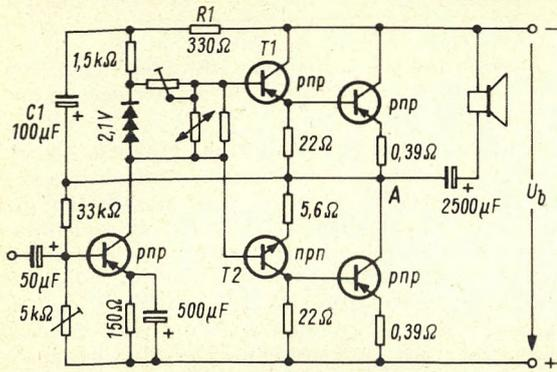
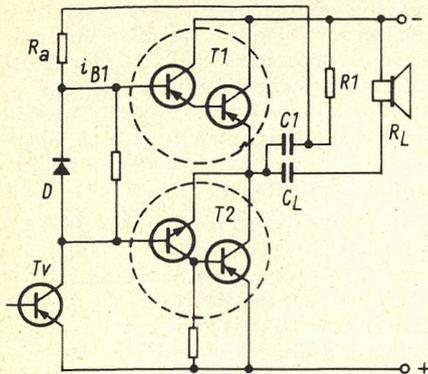

Bild 8. Ansteuerung mit komplementären Treibertransistoren
Bild 9. Vereinfachung von Bild 8, um die Aufstockung der Kollektorspannung des Treibers deutlich zu machen
Eine weitere Verbesserung – durch zusätzliche Linearisierung auch der Treiberstufe – erzielt man, indem man die Treiberstufe mit zwei komplementären Transistoren bestückt (Bild 8).
Vereinfacht man Bild 8, so erhält man Bild 9. Man erkennt jetzt leicht, daß für die Speisespannung des Vorstufentransistors die gleiche Bedingung wie in Abschnitt 3.2 für den Treibertransistor gilt. Wegen des Spannungsabfalls, den der Strom  $i_{B1}$  am Widerstand  $R_a$  erzeugt, muß diese Speisespannung größer als die der Endstufentransistoren sein. Deshalb ist auch hier der Hochpunkt von  $R_a$  über den Lautsprecher an die Batteriespannung gelegt. Ein Unterschied besteht nur darin, daß die Spannung nicht zwischen den Gliedern  $C_L$  und  $R_L$ , sondern an der dazu parallel liegenden Reihenschaltung  $C_1, R_1$  abgegriffen wird.
Bild 11 zeigt, daß am Widerstand R23 die doppelte Spannung  $U_{BE}$  steht. Man kann sie sich durch eine Batterie erzeugt denken. Man kann sie aber auch als Spannungsabfall an einer Diode – gespeist durch den Vorstufentransistor – entstehen lassen (Bild 9). Es ist also:
- $R_a$  in Bild 9  $\cong$  R4 in Bild 11
- D in Bild 9  $\cong$  R23 in Bild 11
- $T_v$  in Bild 9  $\cong$  R1 in Bild 11
Der in Bild 8 parallel zu den Dioden liegende Spannungsteiler dient zum genauen Einstellen der Basisvorspannung.